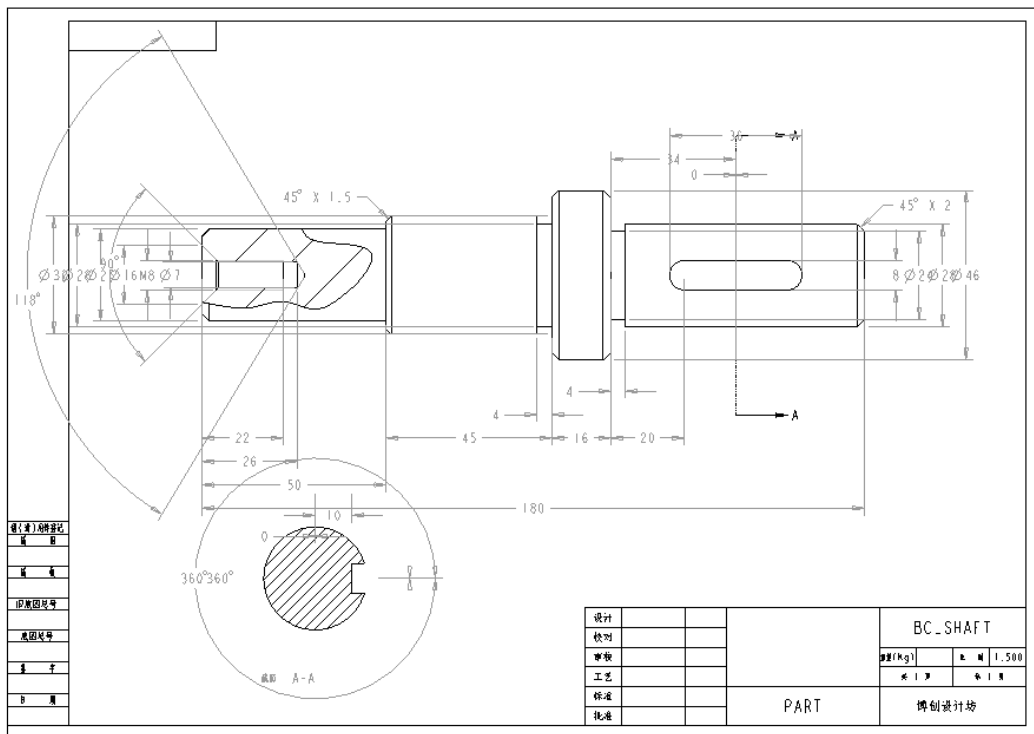

图 12-116 预览所有尺寸
- ① 在功能区单击“注释”标签，从而打开“注释”选项卡。
- ② 在图纸页面中选择剖面注释文本“截面 B-B”，右击，接着从弹出的快捷菜单中选择“拭除”命令，从而将其拭除。
- ③ 在功能区“注释”选项卡的“注释”面板中单击“显示模型注释”按钮，弹出“显示模型注释”对话框。
- ④ 在“显示模型尺寸”选项卡中，设置“类型”选项为“全部”，在模型树中选择轴零件名称，此时系统自动预览来自模型的所有尺寸，如图 12-116 所示。
- ⑤ 单击“全选”按钮，接着在图纸页面上单击第二个视图中的 3 个尺寸（尺寸数值为“360°”的两个尺寸和数值为“10”的一个尺寸）以将这 3 个尺寸从选择集中除去，在第一个视图（主视图）中单击数值为“34”的一个尺寸（该尺寸测量的是剖切平面到轴中间一个肩端面的距离）也以将该尺寸从选择集中除去。另外，还将数值为“0”的两个尺寸也拭除。